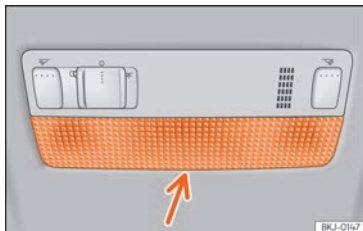

Fig. 167 Lampa de lectură din față.
- Introduceți o șurubelniță subțire între carcasă și capacul din sticlă >>> **fig. 167**.